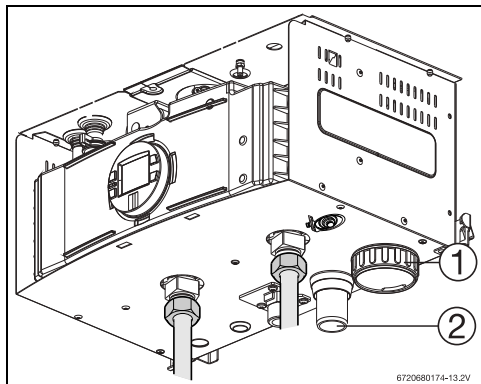

Fig. 22
Asegurar que las conexiones hidráulicas permitan el acceso a la tapa de condensados (Fig. 22 , pos. 1).